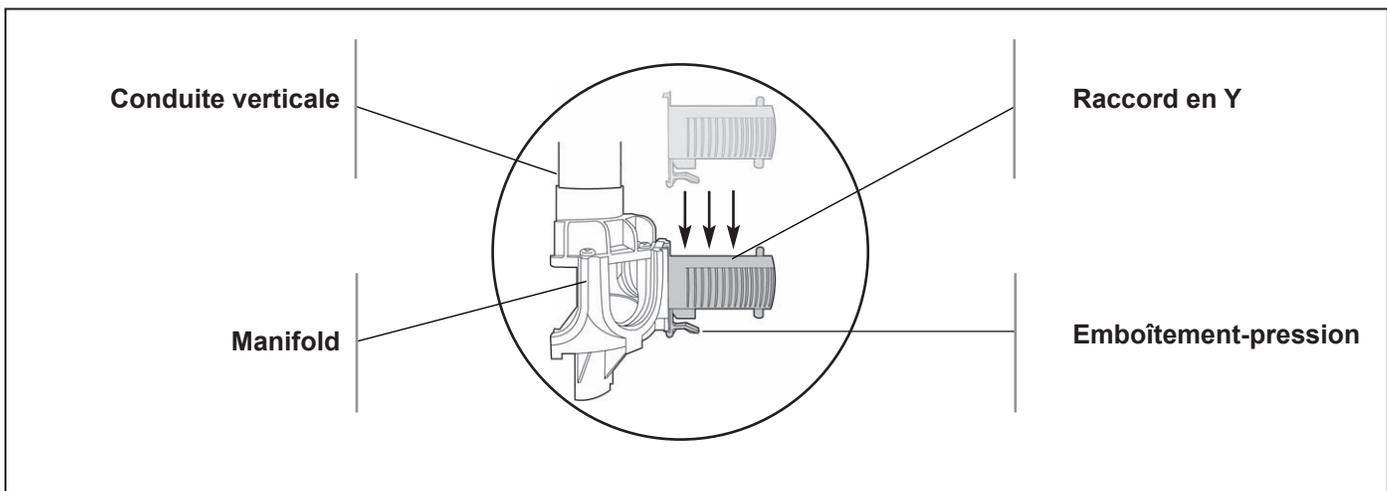

Figure 2. Remplacement des Pièces latérales
4. Installez les huit (8) nouveaux raccords en Y. Les raccords en Y doivent être solidement « accrochés ». À la position appropriée, le fermoir de verrouillage sera à la position 6 heures ou « bas ». Les encoches des raccords en Y seront dans les positions 3 heures et 9 heures ou « latéral ». Consultez la Figure 2 pour une illustration de l'« accrochage » des raccords en Y.